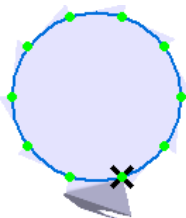
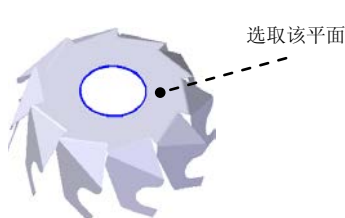

图 8.3.27 绘制圆形阵列轮廓
图 8.3.28 法向除料特征 1
(4) 绘制矩形阵列轮廓。单击 **特征** 区域中的 按钮，绘制图 8.3.27 所示的圆。
① 定义阵列类型。在“阵列”命令条 **翻转** 后的下拉列表中选择 **适合**。
② 定义阵列参数。在“阵列”命令条 **计数(C)** 后的文本框中输入阵列个数为 10，单击左键确定。
③ 单击 按钮，退出草绘环境。
(5) 单击 **完成** 按钮，完成特征的创建。
Step10. 创建图 8.3.28 所示的法向除料特征 1。
(1) 选择命令。在“主页”功能选项卡“钣金”工具栏中单击 按钮，选择 法向除料命令。
(2) 定义特征的截面草图。
① 选取草图平面。在系统 **单击平的面或参考平面** 的提示下，选取图 8.3.28 所示的模型表面为草图平面。